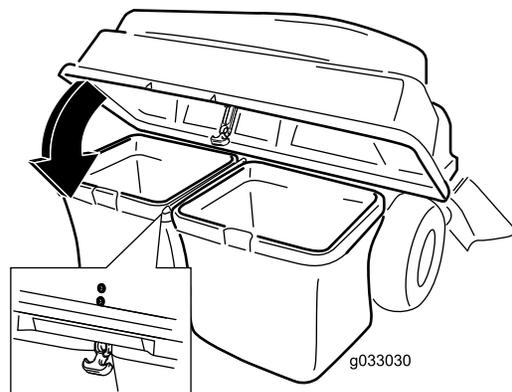

Figure 21
5. Abaissez le couvercle du système de ramassage sur les bacs (Figure 21).
6. Fixez le couvercle avec le dispositif de verrouillage (Figure 21).